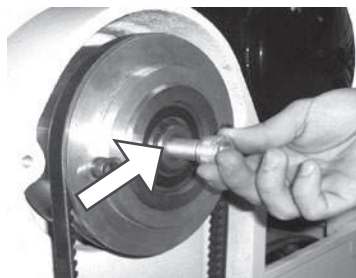

Fig. 4.10.2. Perno extractor de polea.
- Atornille el perno 3, M16 x 50 y úselo como extractor de la polea, según fig. 4.10.2.